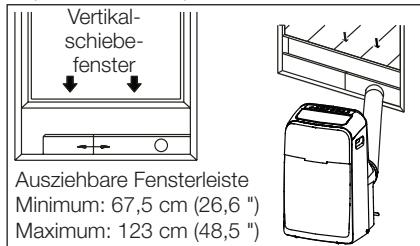

Abb. 9a
6. Festigen Sie Anschlussstück B an der ausziehbaren Fensterleiste mit Dichtung. (Abb. 9a und 9b)